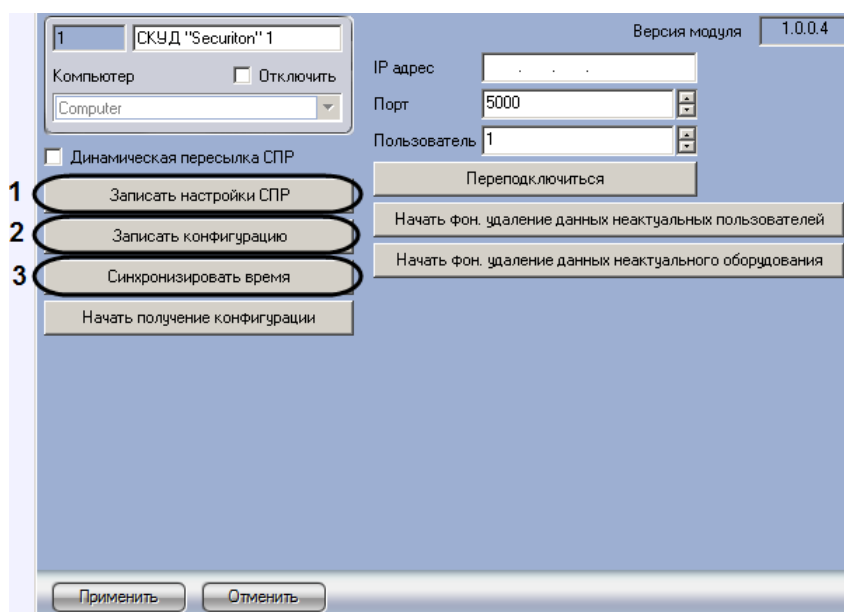

Рис. 3.5—1 Пересылка конфигурации в Site-контроллер Securiton
- Перейти на панель настроек объекта **СКУД "Securiton"** (Рис. 3.5—1).
- Для записи в контроллер конфигурации модуля *Служба пропускного режима* нажать на кнопку **Записать настройки СПР** (см. Рис. 3.5—1, 1). При этом в контроллер будут переданы пользователи, уровни доступа, временные зоны и праздники.
- Для записи в контроллер конфигурации оборудования нажать на кнопку **Записать конфигурацию** (см. Рис. 3.5—1, 2).
4. Для пересылки в контроллер времени Сервера нажать на кнопку **Синхронизировать время** (см. Рис. 3.5—1, 3).